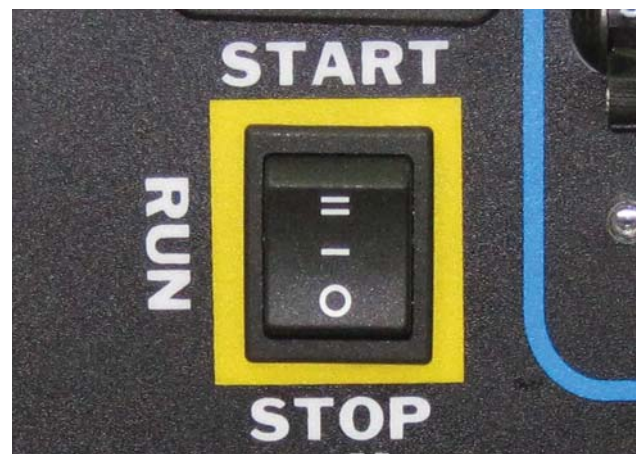

Figura 24 – Interruptor de control del motor
5. Oprima y mantenga apretado el interruptor de control del motor en la posición **START (encendido)** hasta que el motor arranque. Después de que se encienda el motor, suelte el interruptor de control del motor; se moverá automáticamente a la posición **RUN (funcionamiento)** (vea la Figura 24).